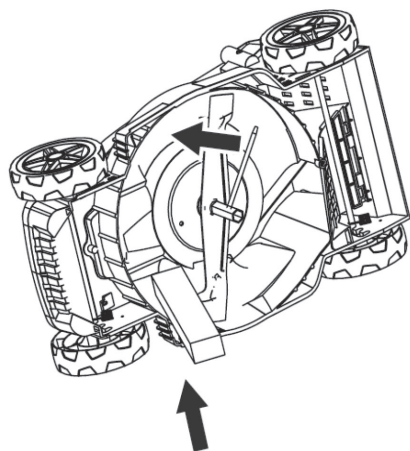

Рис. 16
- Чтобы предотвратить проворачивание, зафиксируйте нож, вставив деревянный брусок между ножом и декой газонокосилки (рис. 16).